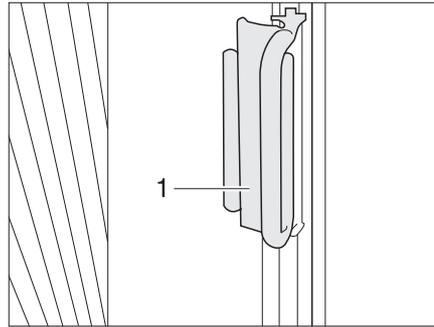

Bild 29 Verriegelung Faltdunkelung Fahrer-/Beifahrerfenster
- Die Faltdunkelungen für das Fahrerfenster und das Beifahrerfenster mit dem Griff (Bild 29,1) auf den Aufsatz schieben. Die Faltdunkelung ist gesichert.